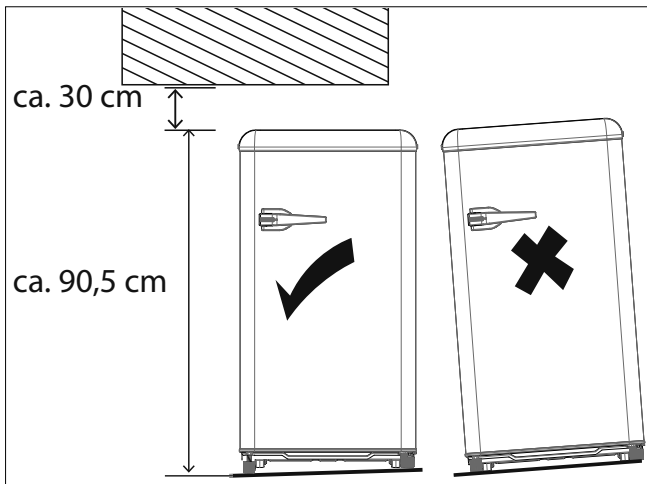

Fig. 4 – Altezza minima del locale, allineamento dell'apparecchio
- ▶ Posizionare l'apparecchio su una superficie orizzontale e compensare eventuali irregolarità del pavimento avvitando o svitando gli appositi piedini regolabili (3) (vedere Fig. 4).